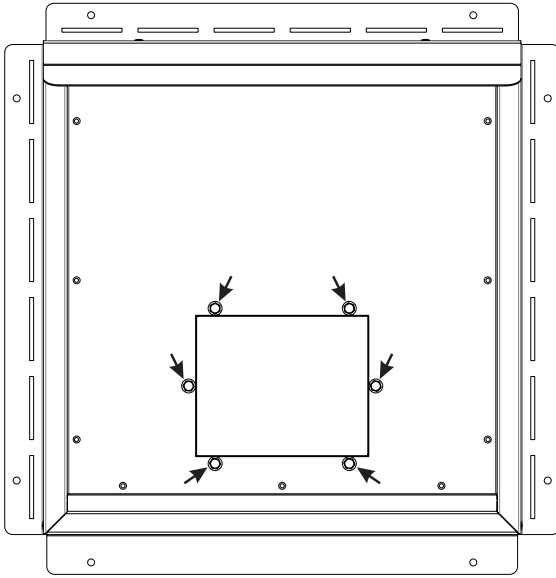

Figure 20
25. Installer la plaque arrière d'extrémité en alignant le grand orifice rectangulaire avec le conduit d'air. À l'aide de 6 vis n° 10 x 1/2 po, fixer la plaque arrière au conduit d'air. **Voir Figure 20.**